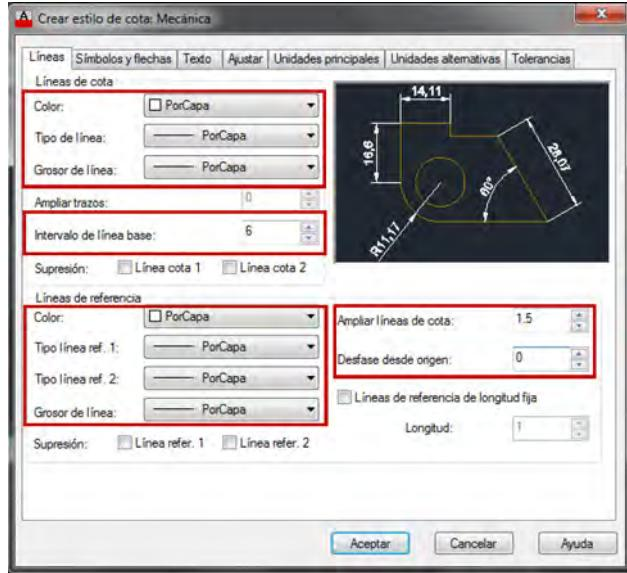

Figura 14.28. Ajustes en la ficha Líneas.
Empezaremos por la ficha **Líneas** donde efectuaremos unos cuantos ajustes (figura 14.28). En el área **Líneas de cota**, establezca el **Color**, el **Tipo de línea** y el **Grosor de línea** como **PorCapa** y asigne el valor **6** al **Intervalo de línea base**. Seguidamente, en el área **Líneas de referencia**, establezca también el **Color**, el **Tipo línea ref. 1**, el **Tipo línea ref. 2** y el **Grosor de línea** como **PorCapa**, asigne el valor **1.5** a la casilla **Ampliar líneas de cota** y el valor **0** a la casilla **Desfase desde origen**.